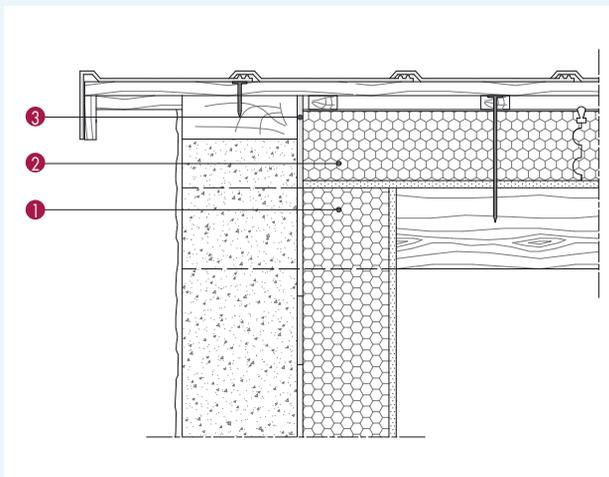

Fig. 20 : Rive encastrée entre pignons avec débord
- soit le panneau vient en butée sur le mur. L'habillage supportant la couverture ne pourra dépasser du pignon de plus de 15 cm (fig. 20),